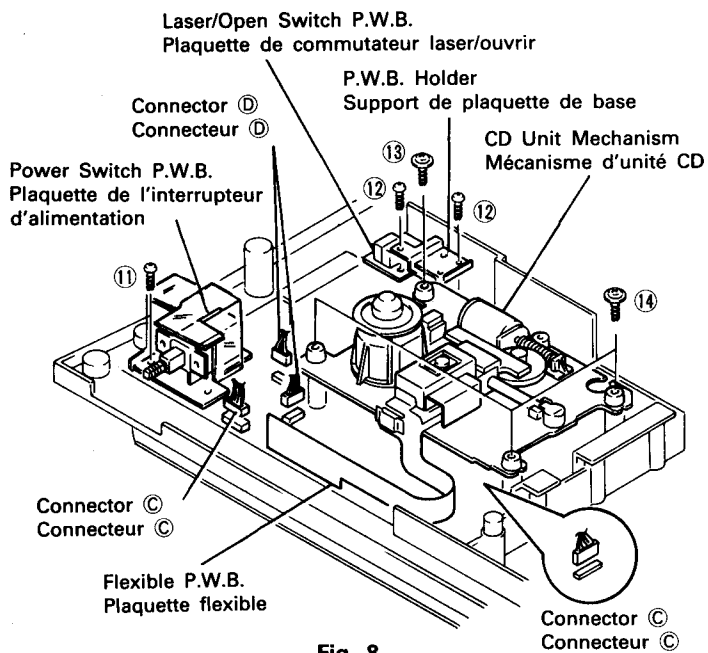

Fig. 8
9. Power Switch P.W.B. (Fig. 8)
10. Laser/Open Switch P.W.B. (Fig. 8)
11. CD Unit Mechanism (Fig. 8)
12. PX P.W.B. (Fig. 8, 9, 10)
After removing the Laser/Open Switch P.W.B., the P.W.B. Holder and the CD Unit Mechanism (Fig. 8), remove two screws ⑮, two connectors ⑥ and pull off in the direction of the arrows.
9. Plaquette de l'interrupteur d'alimentation (Fig. 8)
10. Plaquette du commutateur laser/ouvrir (Fig. 8)
11. Mécanisme d'unité CD (Fig. 8)
12. Plaquette PX (Fig. 8, 9, 10)
Après avoir enlevé la plaquette laser/ouvrir, le support de plaque de base et le mécanisme d'unité CD (Fig. 8), enlever deux vis ⑮, deux connecteurs ⑥ et tirer dans la direction des flèches.